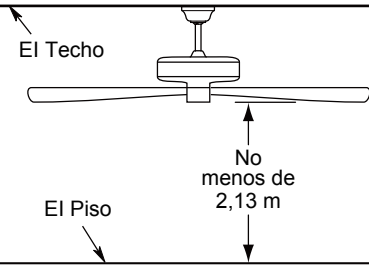

Figura 2
### Uso de perfil profundo (Figura 2)
2. Retire el clip de horquilla y pasador de horquilla de la parte inferior de la bola para colgar. Retener el pasador y clip para la reinstalación en el paso 4. (Figura 2)
Debe colgar el ventilador a una distancia mínima de 2,13 m desde las aspas hasta el piso. (Figura 2)
Para evitar una posible descarga eléctrica, asegúrese de cortar la alimentación eléctrica de la caja de fusibles principal antes de alambrado el ventilador. (Figura 2)
2. Coloque y ajuste firmemente la cubierta para el tornillo de la base sobre los tornillos de reborde de la abrazadera para colgar mediante el mecanismo de seguro por giro del chavetero. (Figura 2)
2. Instale la ensamble de la placa de iluminación en el soporte utilizando las dos ranuras principales de conexión. Vuelva a colocar el tercer tornillo y asegure los tres tronillos. (Figura 2)